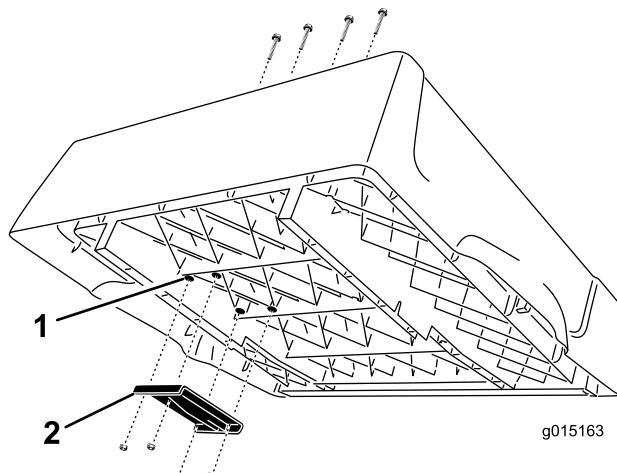

Bild 4
2. Befestigen Sie die obere Hubhalterung mit vier Kreuzschrauben ((3/8 x 2-1/2 Zoll)) und Bundsicherungsmuttern (Arretierung) ((3/8 Zoll)) an der Unterseite der Pritsche. Positionieren Sie die Halterung wie in Bild 4 dargestellt.
1. Ermitteln Sie die vier Ansätze unten an der Pritsche an der rechten Seite (Bild 4). Bohren Sie mit einem Bohrer und einer Bohrerspitze von 3/8 Zoll vorsichtig durch die Ansätze, um vier Löcher in den Boden der Pritsche zu bohren.